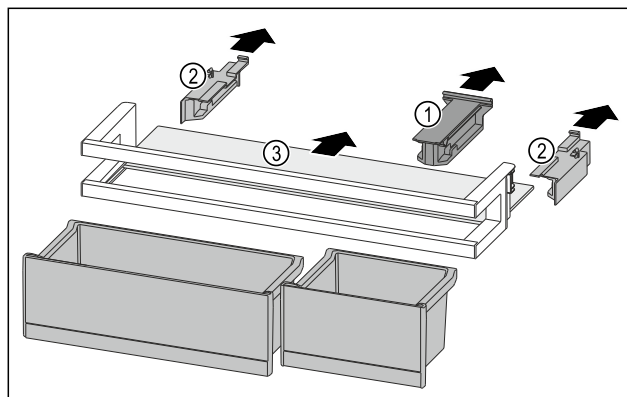

Fig. 125
- ▶ Estrarre l'elemento di tenuta Fig. 125 (1).
- ▶ Togliere gli elementi laterali Fig. 125 (2).
- ▶ Rimuovere il ripiano Fig. 125 (3).